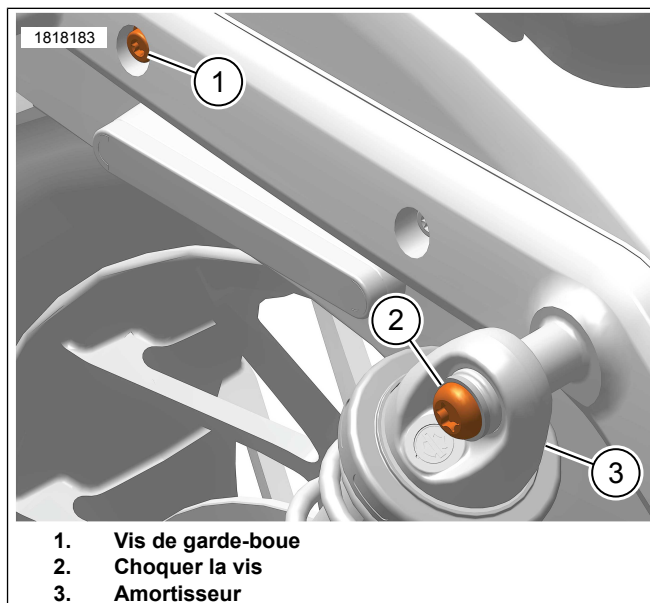
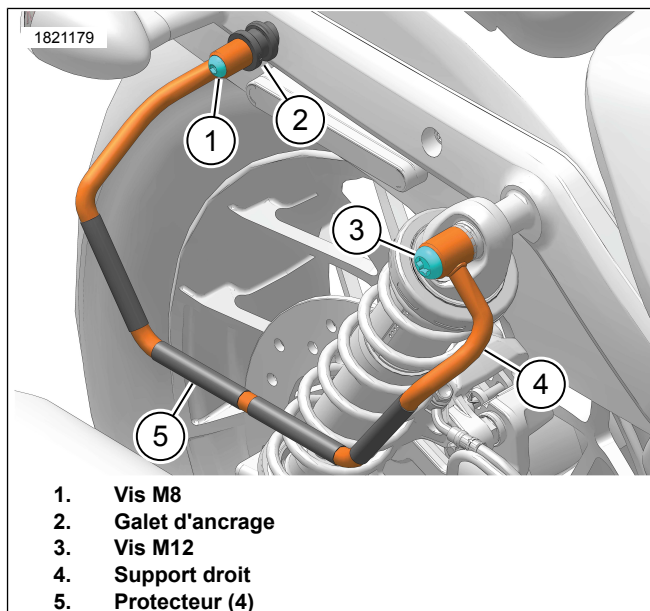

Figure 2. Composants d'origine
Figure 3. Support de sacoche
1. Voir la figure 2. Retirer et éliminer la vis de garde-boue arrière (1).
2. Retirer et éliminer la vis d'amortisseur supérieure (2).
- a. Amortisseur de support (3) pour éviter d'endommager le véhicule.
3. Voir la figure 3. Positionner le support droit (4) et l'amortisseur.
4. Installer la vis M12 (3).
5. Positionner le point de fixation (2) et le support droit (4).
6. Installer la vis M8 sans la serrer (1).
8. Serrer la vis M12 (3).